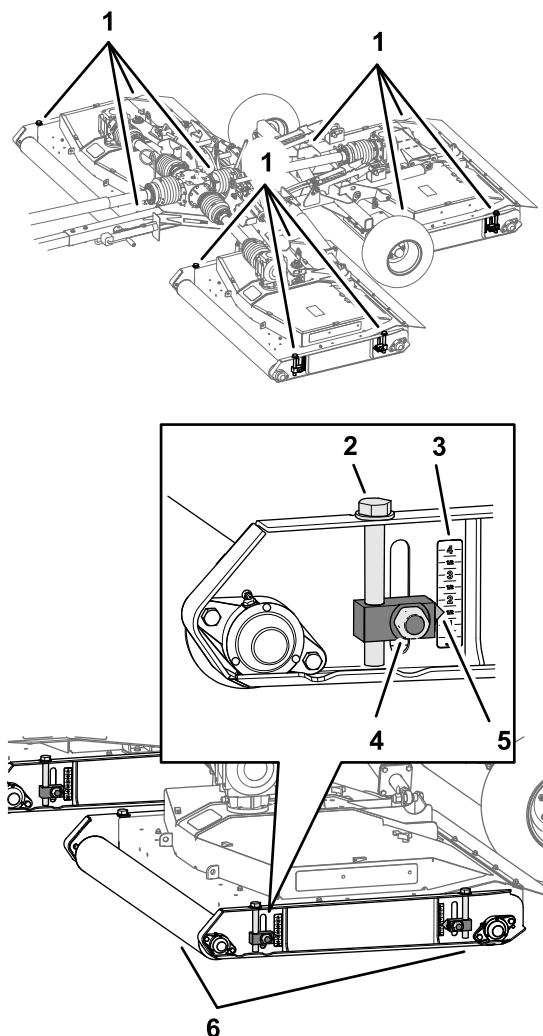

Рисунок 41
3. Ослабьте затяжку 4 контргайк, которые крепят 4 регулятора высоты скашивания (Рисунок 41) дек газонокосилки.